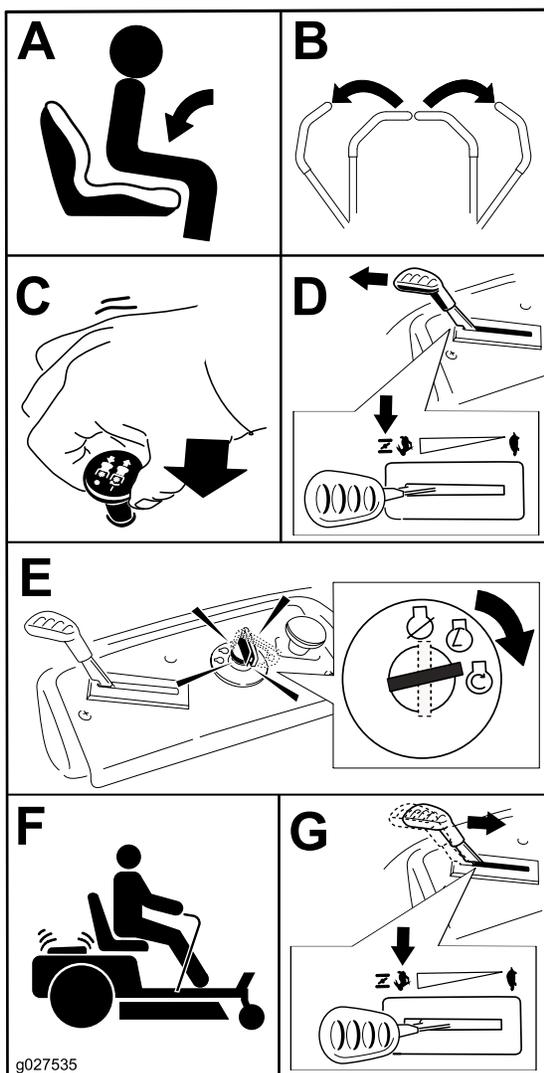

Figure 12
**Remarque:** Il peut être nécessaire de maintenir le levier contre la butée, en position starter, tout en essayant de démarrer le moteur (Figure 12).